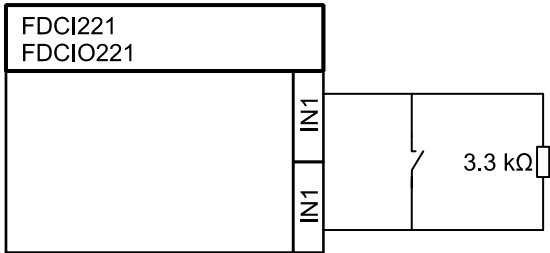

Рис. 7
- Вход с мониторингом обрыва линии : Рис. 7
3. Включите сопротивления в конце входной линии (Рис. 7 и 8).